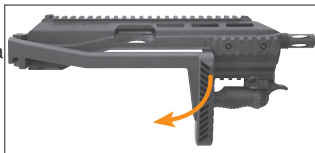

ilustración 19
- Para extender la culata, sujétela y despléguela hacia afuera (**ilustración 19**)